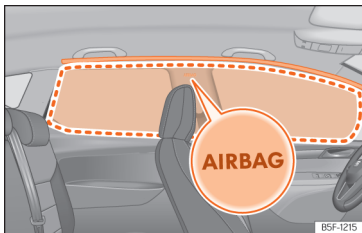

Рис. 33 Місце розташування й зона розкриття шторки безпеки.
Шторки безпеки розташовані над дверима по обидва боки салону автомобіля >>> **рис. 33** й позначені написом "AIRBAG".
Коли спрацьовує подушка безпеки для голови, вона покриває позначену зону (зона розкриття) >>> **рис. 33**. Ніколи не кладіть і не прикріплюйте предмети у цій зоні >>> **△**.
• Пильнуйте, щоб діти правильно сиділи на своїх сидіннях і не тримали голову в зоні розкриття шторок безпеки >>> **рис. 33**, адже в разі аварії подушки можуть спрацювати й завдати серйозних травм.